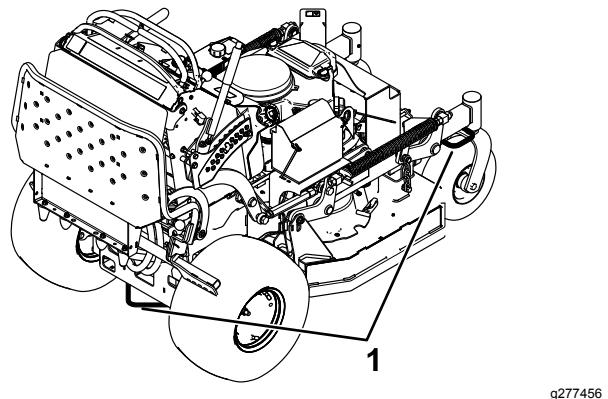

**Рисунок 25**
5. Перемещайте машину задним ходом при движении вверх по наклонному въезду (Рисунок 25).